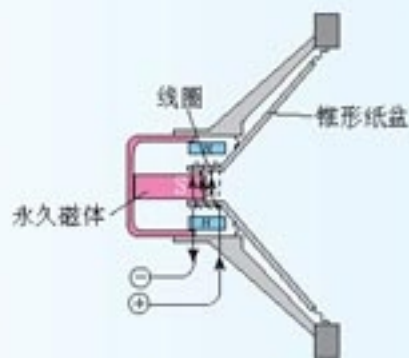

图4.4-5 动圈式扬声器
- 动圈式扬声器的结构如图4.4-5所示。线圈圆筒安放在永磁体磁极间的空隙中，能够自由运动。随声音变化的电流通进线圈，安培力使线圈运动，纸盆与线圈连接，随着线圈振动而发声。